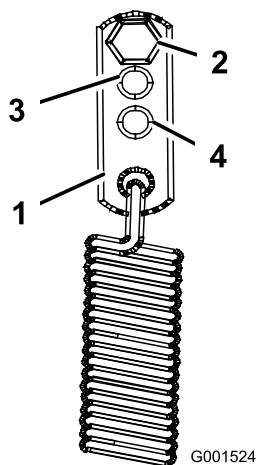

Figura 39
3. Per condizioni di servizio più gravose, spostate gli ancoraggi delle molle nella posizione di servizio medio o pesante (Figura 39).